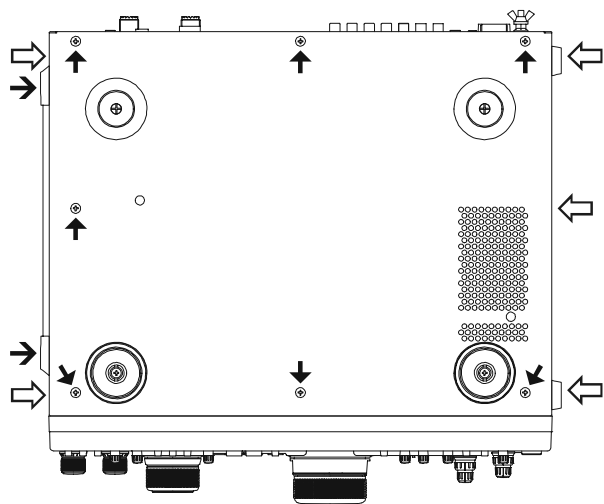

Figure 1
- En référence à la Figure 1, ôter les 2 vis (\rightarrow), 5 vis (\leftrightarrow), et les 7 (\rightarrow) qui se trouvent sur le couvercle inférieur.
- En référence à la Figure 1, ôter les 2 vis (→), 5 vis (⇔), et les 7 (→) qui se trouvent sur le couvercle inférieur.